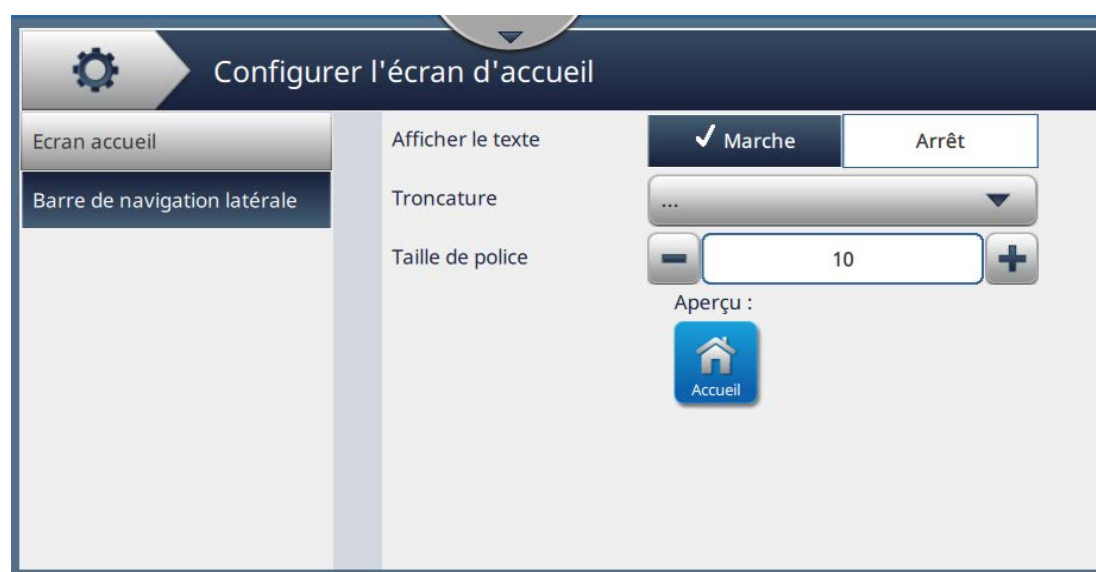

Figure 6-21 : Barre de navigation latérale
- Appuyez sur l'option *Barre de navigation latérale* pour définir les paramètres de texte sur les icônes de la barre de contrôle, tel qu'illustré dans la Figure 6-21.